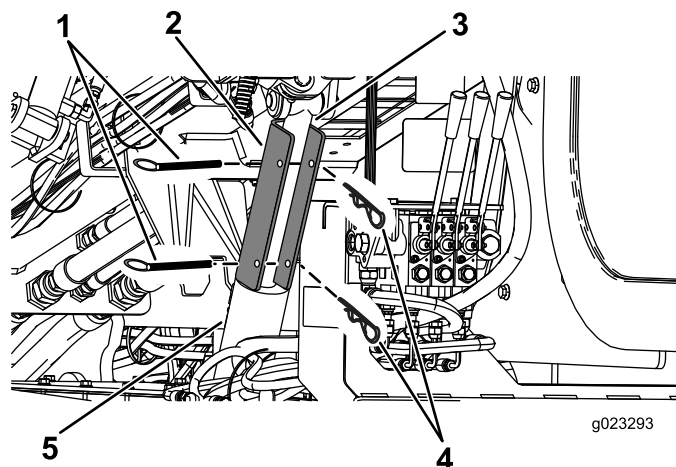

Рисунок 102
- Установите замок на шток гидроцилиндра (Рисунок 102).
- Закрепите замок гидроцилиндра посредством штифта с головкой и шплинта (Рисунок 102).
- Снимите штифт с головкой и шплинт, закрепляющие замок гидроцилиндра (Рисунок 102).